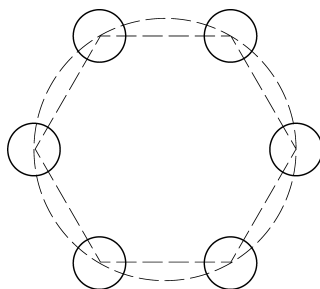

图 5-29 复制对象
指定第二个点或 [阵列 (A) → 退出 (E) → 放弃 (U)] <退出>: (按<Enter>键, 如图 5-29 所示)